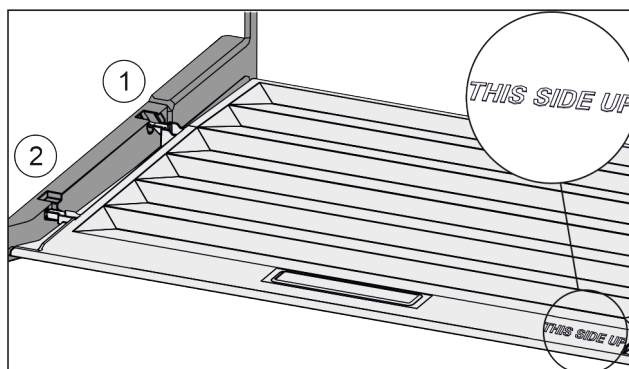

Fig. 104
- ▶ Ramiona pokrywy wprowadzić ponad otworem tylnego uchwyty Fig. 104 (1) i zająć z przodu w uchwycie Fig. 104 (2).